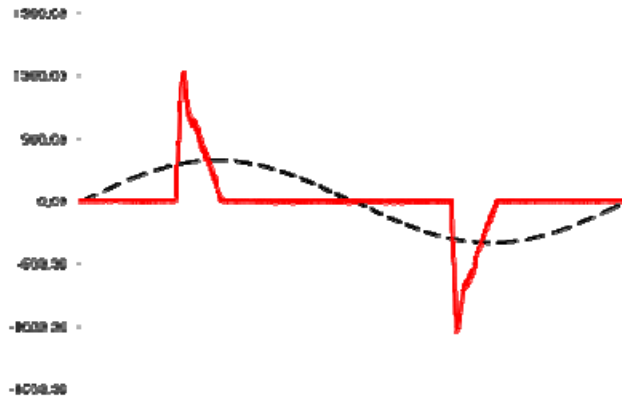
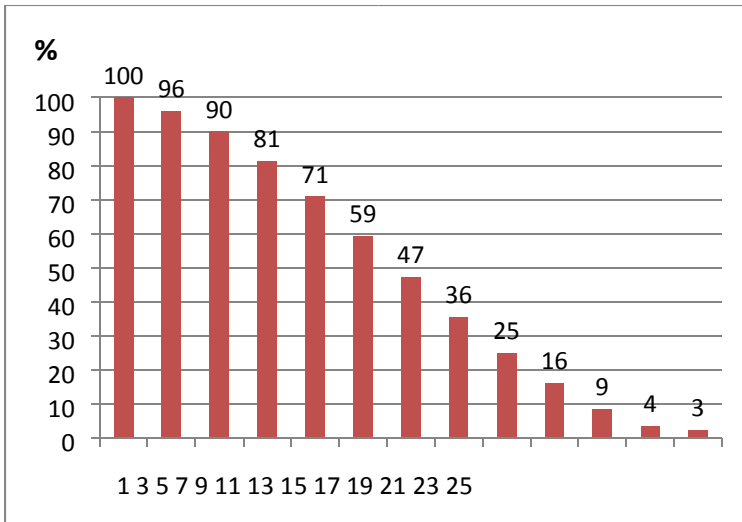

Figure 8 Courant d'un tube LED à faible facteur de puissance
Figure 10: Harmoniques sous forme de graphique ou de tableau
Avec l'émergence de l'électronique de puissance il y a beaucoup de consommateurs qui ne consomment pas de courant sinusoïdal du réseau. Un exemple typique d'un courant non linéaire est figure 8. Ceci est courant d'une tube LED, mais il y a beaucoup de charges avec une telle forme d'onde.
Habituellement, on convertit les harmoniques comme celle de la figure 10, dans lequel la taille de chaque harmonique est représentée dans le graphique ou sous forme de tableau. La figure 10 sont les harmoniques du courant à travers le tube de LED de la figure 8.
Prenons par exemple la LED-TL de la figure 8. Supposons que l'on connecte cette LED-TL sur une tension sinusoïdale de 230V. Etant donné que la tension de ligne est purement sinusoïdal (et par conséquent ne contient pas de composantes harmoniques), la puissance est égale à:
Le courant du tube LED est dans notre exemple (voir la figure 10 pour les valeurs):
- c) une puissance de 2000 W, dans lequel le courant est fortement déformée (comme représenté sur la figure 8) avec un  $THD_i$  de 130% et une  $\cos\varphi_1 = 1$ .